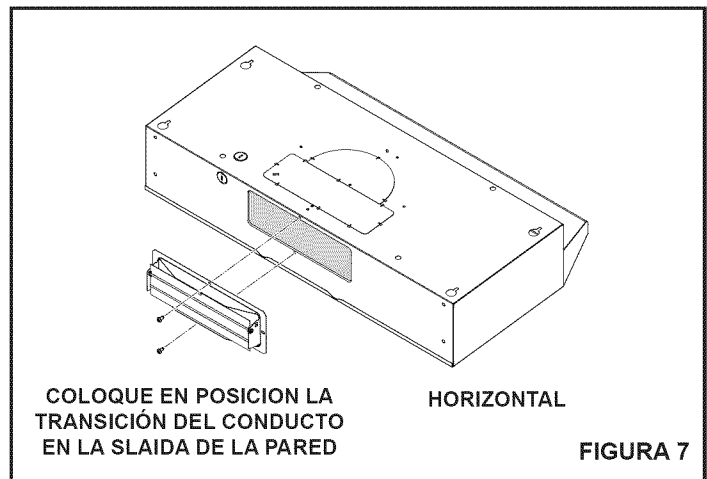

FIGURA 7
**Para una instalación de descarga horizontal refiérase a la FIGURA 7.** Si está utilizando el transición del conducto de 8,26 cm x 25,40 cm (3¼" x 10"), asegúrelo a la campana. Asegúrese de que la aleta más húmeda funcione completamente y libremente. Si no, quitar la aleta más húmeda o hacer modificaciones necesarias a la instalación para asegurar la operación completa y libre de la aleta más húmeda.
- Alinee las ranuras de montaje de la chivetero de la campana sobre los cuatro (4) tornillos parcialmente instalados.